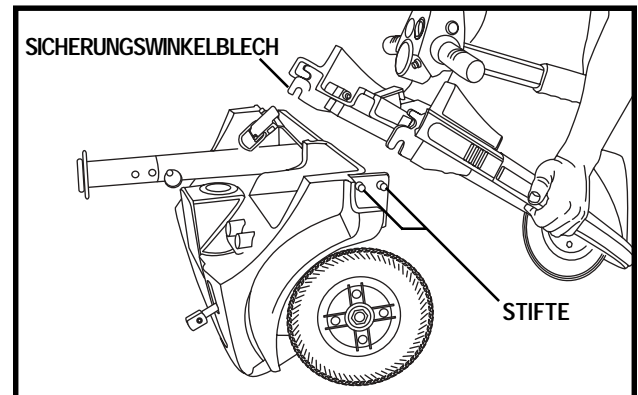

Abb. 20. Zerlegung des Rahmens
2. Vorderteil soweit hochheben bis die unteren Stifte nicht mehr in ihren Führungen sitzen. Siehe Abb. 20.
1. Vorder- und Heckteil Ihres Elektromobils wie in Abb. 20 hinstellen.